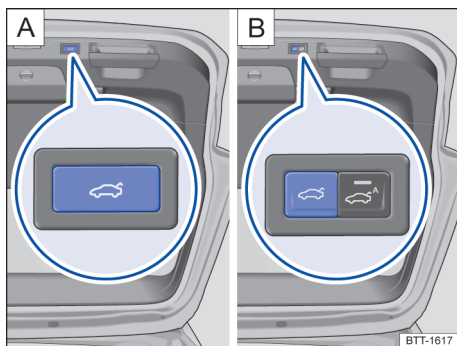

Fig. 72 Na tampa do compartimento de bagagem aberta: botão para fechar eletricamente a tampa do compartimento de bagagem.
- Pressionar o botão na tampa do compartimento de bagagem aberta → Fig. 72.